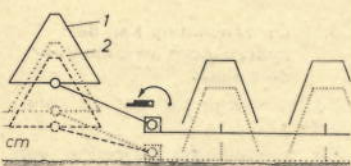

Abb. 31
Soll der RM in Arbeitsstellung gebracht werden, so ist folgendes zu beachten: (Abb. 31)
2. RM etwas anheben und mit Handpumpe waagrecht einstellen, Stufe 1, (Abb. 31)
3. RM mit Dreipunkthydraulik absenken, Stufe 2 (Abb. 31).
To bring the Rotormower to the working position, the following procedure is adopted (Fig. 31):
2. Lift Rotormower slightly and bring to horizontal with the hand pump, stage 1 (Fig. 31).
3. Lower Rotormower with 3-point hitch, stage 2 (Fig. 31).
Pour mettre la faucheuse à disques en position de travail, il convient de procéder comme suit (fig. 31):
2. Elever légèrement la barre de coupe et la régler en position horizontale à l'aide de la pompe à main, phase 1, fig. 31.
3. Faire descendre la barre de coupe à l'aide de l'attelage hydraulique trois points, phase 2, fig. 31.
2. sollevare leggermente la falciatrice e porla in orizzontale per mezzo della pompa a mano, stadio 1, fig. 31
3. abbassare la falciatrice con l'impianto idraulico a 3 punti, stadio 2, fig. 31
2. RM iets heffen en met handpomp horizontaal stellen (afb. 31, positie 1).
3. RM d.m.v. drie-punten hydrauliek omlaag laten (afb. 31, positie 2).